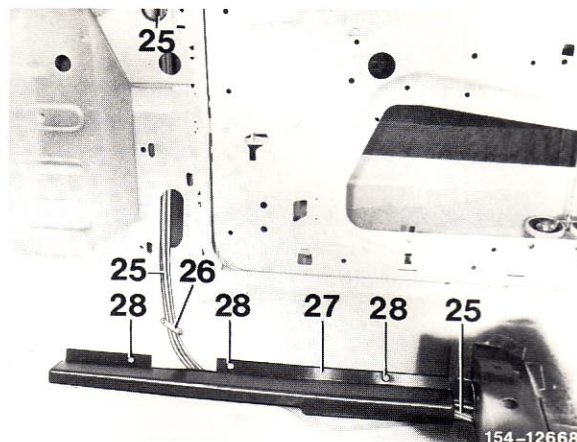

Bild 2
6 Unterdruckleitung (25) am vorderen Einstieg mit der Klammer (26) befestigen, dazu 2 Löcher mit 6,7 mm Durchmesser bohren (Bild 2).
7 Abdeckung (27) mit den Spreiznieten (28) montieren. Für die Spreiznieten (28) sind Befestigungslöcher mit 5 mm Durchmesser zu bohren (Bild 2).